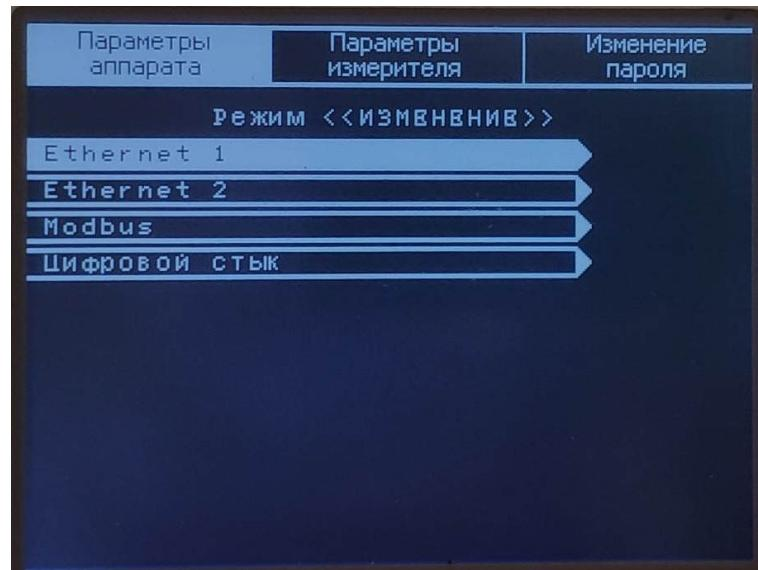

Рисунок 12 – Подраздел «Конфигурация локальных сетей»
**2.1.4. «Конфигурация локальных сетей»** - подраздел предназначен для конфигурирования параметров локальных сетей Ethernet, Modbus, «Цифрового стыка» (см. рисунок 12).